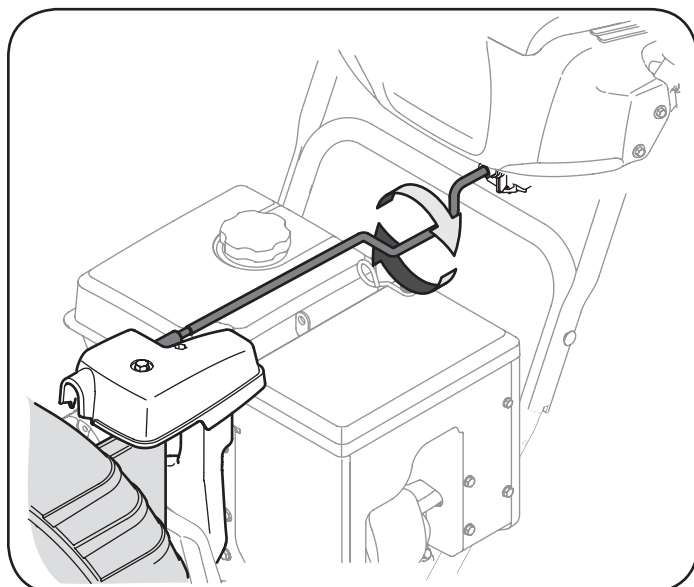

Figura 49
4. Agarre la parte dentada de la barra de control tolva y girar manualmente el conjunto de la canaleta hacia la derecha o hacia la izquierda. Ver la Figura 49.